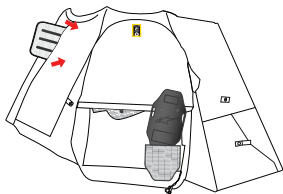

図15
5. 胸部を覆うエアバッグの前面部分について、クリップを開き、エアバッグの前面と背面にある面ファスナー パッチを取り外します。最後に、右袖の上にある開口部からエアバッグを取り外します (図15)。